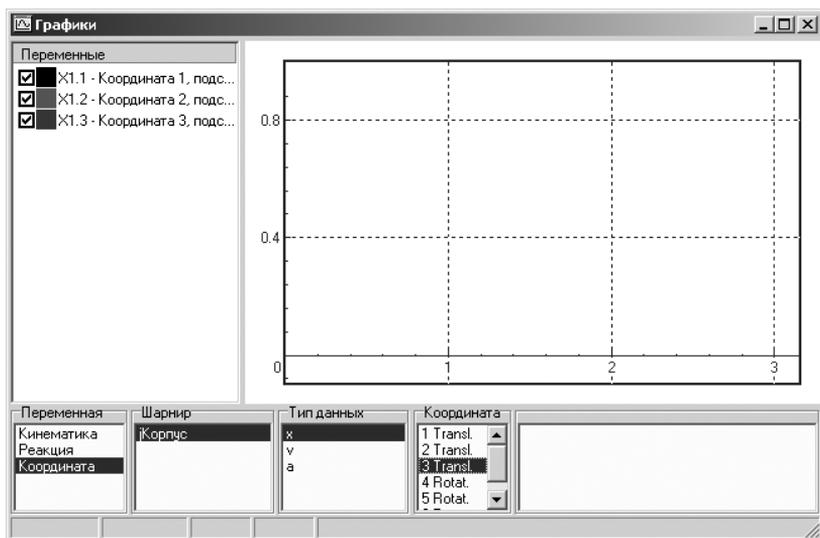

Рис. 2.125. Настройка отдельного графического окна до запуска процесса моделирования
- щелкните в графическом окне по пунктам: **Координата**, **Корпус**, а и дважды в столбце по пунктам 1 **Transl**, 2 **Transl** и 3 **Transl**. Это состояние графического окна показано на рис. 2.125;